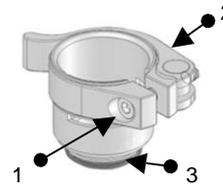

Рисунок 6: Адаптер (HNA-1)
1. Ослабьте винт 1 против часовой стрелки (Рисунок 6, 1)
2. Закройте зажим (Рисунок 6, 2).
4. Затяните винт 1 по часовой стрелке (Рисунок 6,1) для надежной фиксации адаптера на нагревателе. Затем откройте зажим и снимите адаптер.
2. Накрутите сопло на адаптер (Рисунок 6, 3); затягивайте по часовой стрелке инструментом-ключом для насадок.
3. Открутите сопло от адаптера (Figure 6, 3); ослабляйте против часовой стрелки ключом для насадок.